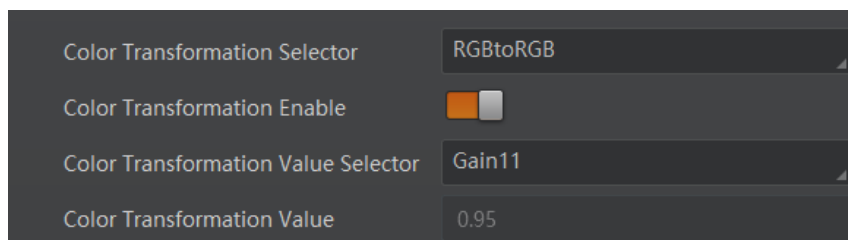

图12-6 色彩校正设置
2. 使能参数 *Color Transformation Enable*，开启色彩校正功能，如图 12-6 所示。